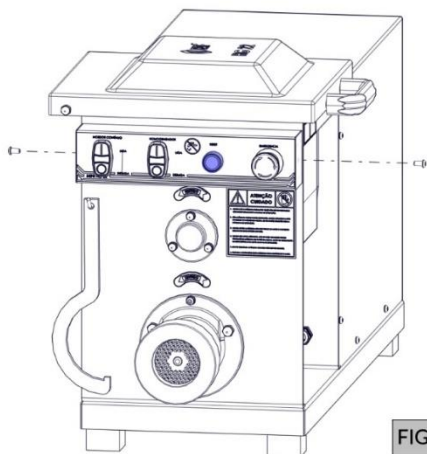
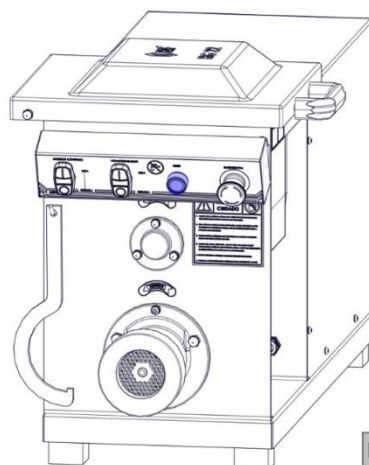

FIG. 8
FIG. 9
- a) Retire os parafusos da caixa de comandos elétricos (FIG. 8) e puxe-a para ter acesso aos acionadores da máquina (FIG. 9);
Fonte Chaveada HTR (Fig. 8)
Rele de Segurança (Fig. 8)
Contatores (Fig. 8)
Conjunto montado Botão de Emergência (Fig. 9 e 10)
Conjunto montado Botão Liga / Desliga (Fig 9 e 10)